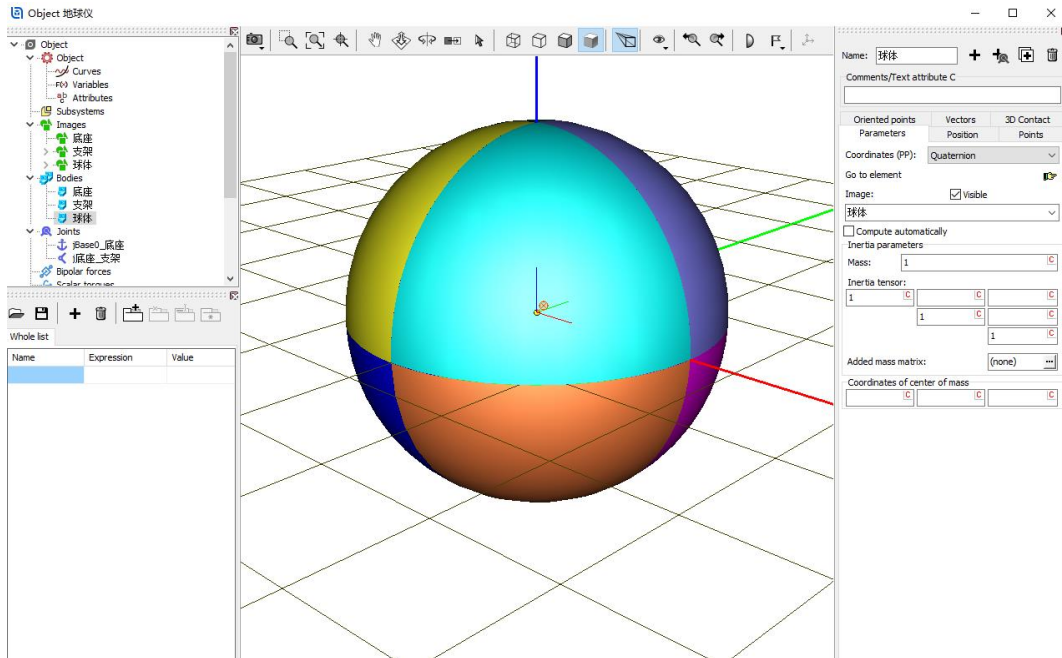

图 2-31
- 5) 在交互界面顶部 **Name** 处将该刚体重名为**球体**，在 **Parameters** 页面下部 **Mass** 处定义质量（国际单位：kg）为 **1**，在 **Inertia tensor** 处定义刚体相对其惯性主轴的转动惯量（国际单位：kg·m²）分别为 **1, 1, 1**，如图 2-31。